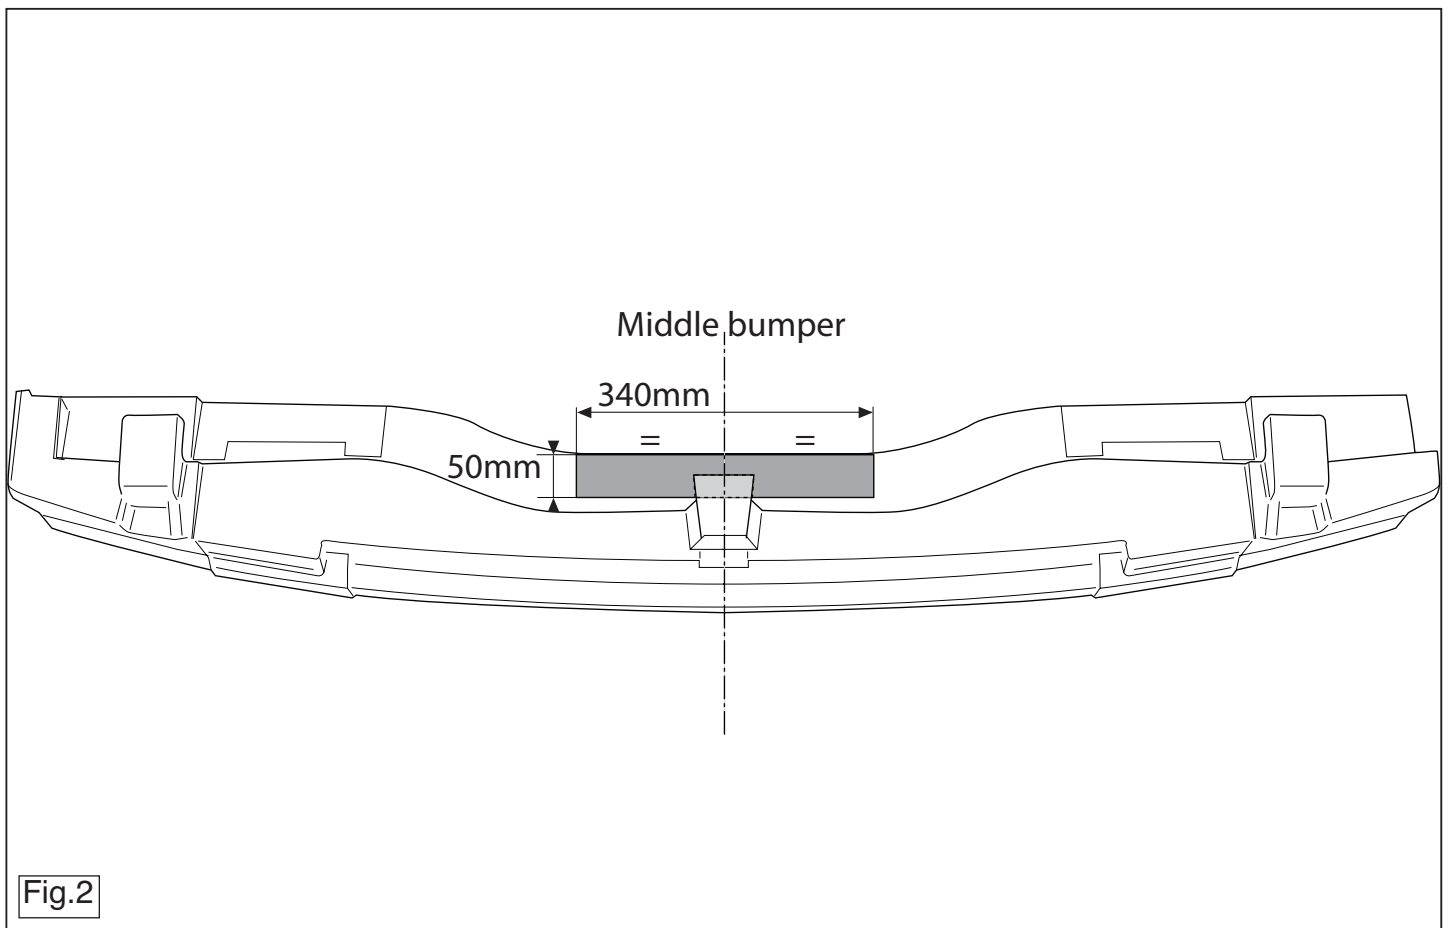

Fig.2
5. Saw out the indicated section in accordance with figure 2.
5. Gemäß Abb. 2 das angegebene Teil heraus schneiden.
5. Scier la partie indiquée conformément à la figure 2.